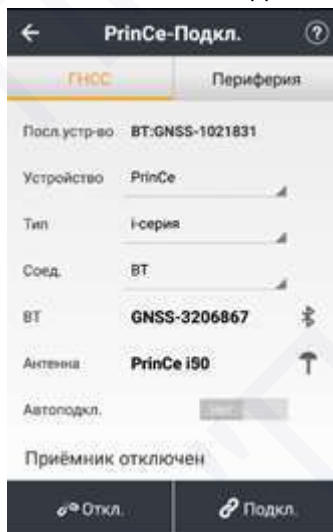

Рис. 2.12
2. Перейдите в меню **[Настройки]** → **[Подкл.]**. Выберите устройство: PrinCe, тип: i-серия, соединение: BT или WiFi, антенна PrinCe i90 (см. рис. 2.12). Нажмите кнопку **[Подкл.]**, чтобы выполнить подключение.